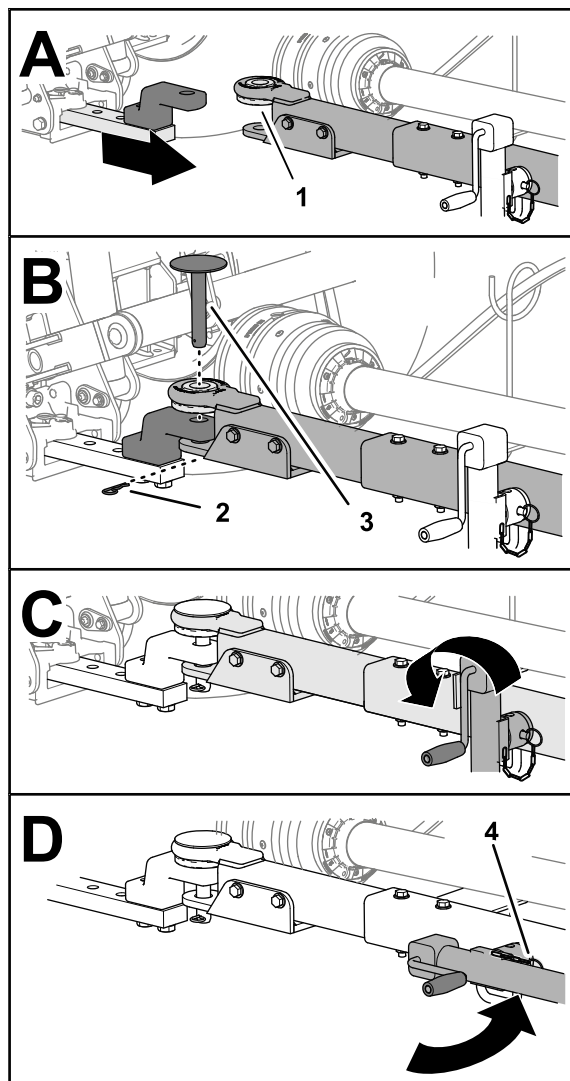

Figure 29
d'attelage dans les trous de la barre de remorquage et de la barre d'attelage, et fixez la goupille avec la goupille fendue (Figure 29).
6. Relevez complètement le cric (Figure 29).
7. Retirez la goupille qui fixe le cric à la barre de remorquage, faites pivoter le cric à l'horizontale et fixez-le à la barre de remorquage à l'aide de la goupille (Figure 29).